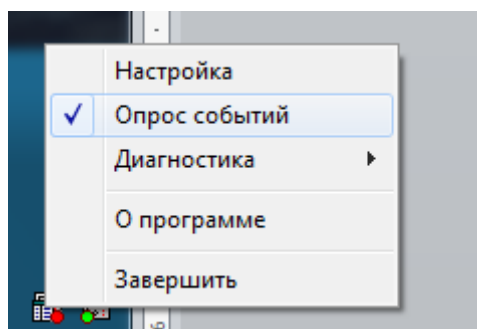

Рисунок 6.124
– запустить программу Сервер архивирования данных из пакета Foundation и загрузить необходимые события в базу данных путем выбора команды **Опрос событий** (рисунок 6.124);